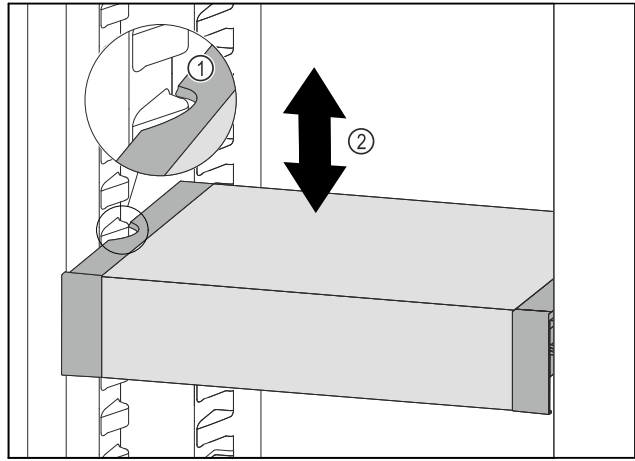

Fig. 127
- ▶ Потягнути VarioSafe вперед, поки бокові заглиблення VarioSafe не опиняться на рівні ребра для резервуара в охолоджувальному відділенні. Fig. 127 (1)
- ▶ Пересувайте VarioSafe вгору або вниз в охолоджувальному відділенні до тих пір, поки не досягнете бажаної висоти. Fig. 127 (2)